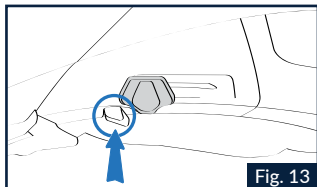

Fig. 13
1.2 Per disattivare il VPS premere il tasto di recupero come in Fig.13 fino allo sblocco del VPS che automaticamente torna in posizione di non utilizzo.